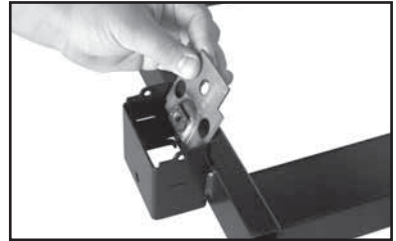
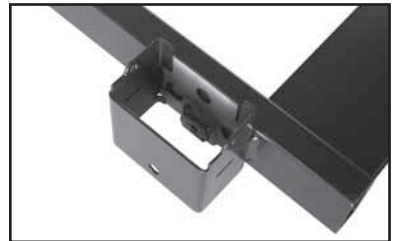

Figura 4
Figura 5
1. Instale la placa de respaldo **M** dentro del alojamiento de la rueda fija. Observe la posición del refuerzo roscado de la placa de respaldo en la Figura 4. La placa de respaldo se asentará por sí propia contra la esquina. Figura 5.